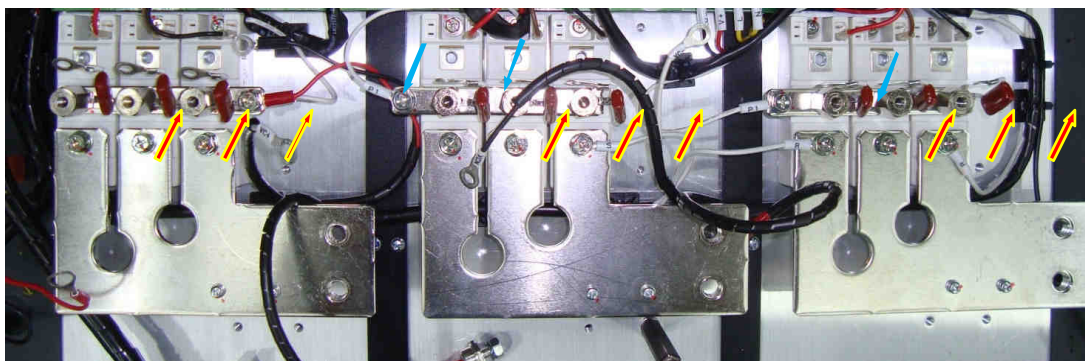

Рис. 7.8.
7.3.6. Установить шины «+» и балластные конденсаторы на выводы «2» диодно-тиристорных модулей. Закрепить шины и конденсаторы шестигранными стойками М6/22 (рис.7.8. стрелки красного цвета). Прикрутить винтами к шинам «+» провода «Р1» жгутов управления тиристорами и красный провод контроля напряжения шины постоянного тока (рис. 7.8. стрелки синего цвета).